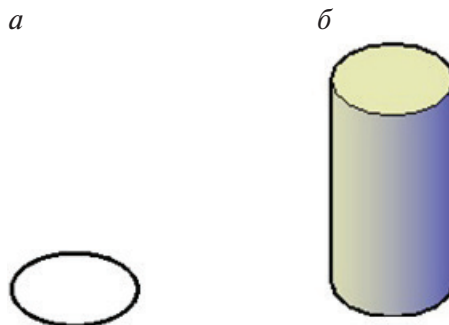

Рис. 3.1.12. Создание 3D-тела командой **Выдавить**:
1. Команда **Выдавить**  (рис. 3.1.12).
(рис. 3.1.12, а)
200 ↵ вводим высоту тела и курсором показываем направление высоты (рис. 3.1.12, б).